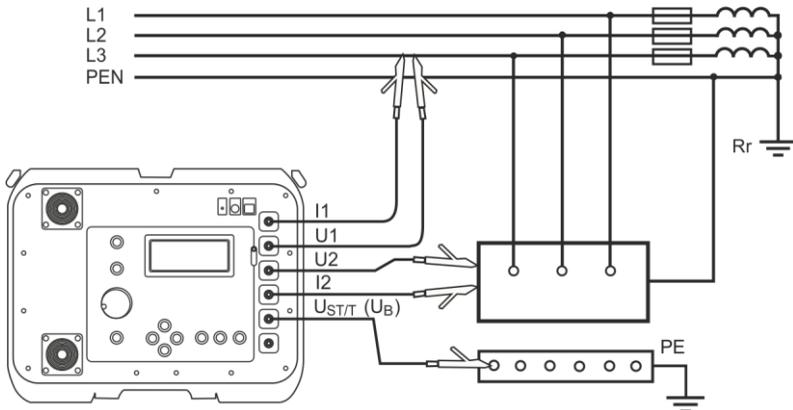
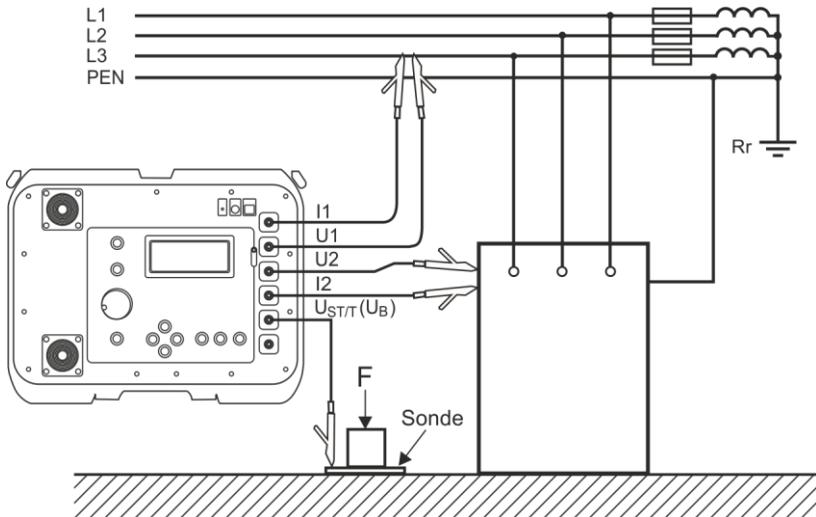

Abb. 14 Messen der Berührungsspannung U_{ST}
Abb. 15 Messen der Berührungsschlagspannung U_T
- Verbinden Sie die Messleitungen gemäß Abb. 14 oder Abb. 15:
Die Messung der Berührungsschlagspannung nach Einbezug eines internen Widerstandes von $1\text{ k}\Omega$ zwischen den Anschlüssen U_2 und $U_{ST/T}$ (U_B) durchgeführt. Dieser simuliert den Widerstand des menschlichen Körpers, während der Anschluss $U_{ST/T}$ (U_B) die menschliche Verbindung zur Erde (Abb. 15) darstellt. Die Eigenschaften des Widerstandes und die entsprechende Last sind durch die relevanten Normen festgelegt.